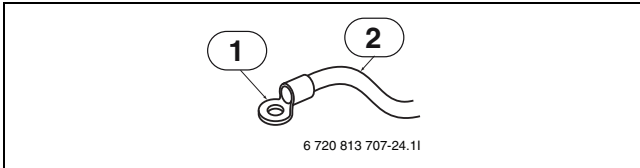

Рис. 27
- ▶ Используйте обжимные наконечники (→ рис. 27) для подключения земли к главной электронной плате.